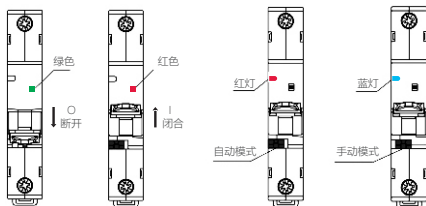

图3 断路器合/分闸状态指示、模式选择开关“自动/手动”位置
**8.1** 安装使用前先检查断路器标志与所使用的工作条件是否相符；通电前，先人为操作几次断路器，其机构动作应灵活、可靠、无阻滞现象；为保证断路器的过载功能，必须配合SMG-WR智能网关使用。断路器闭合/断开状态指示、模式选择开关“自动”位置见图3。